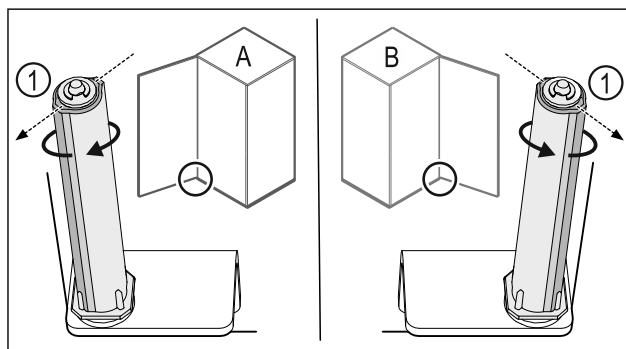

Fig. 44 Hapja majtas (A) / Hapja djathtas (B)
- ▶ Rrotulloni sistemin e mbylljes kundër rezistencës, derisa shufra e sistemit të mbylljes Fig. 44 (1) të jetë drejtuar nga jashtë.